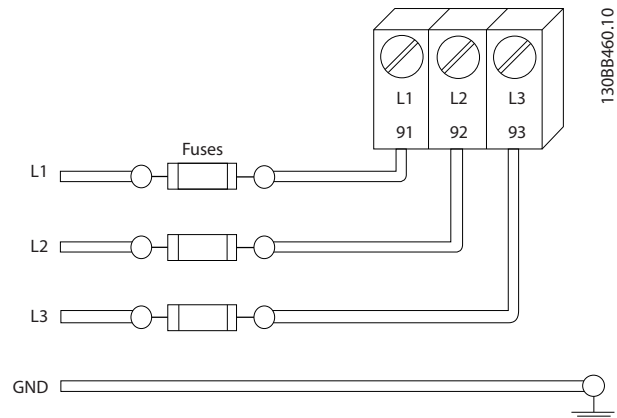

Рисунок 2.6 Преобразователь частоты Плавкие предохранители
- Все преобразователи частоты должны быть оборудованы системой защиты от короткого замыкания и перегрузки по току. Для реализации такой защиты следует использовать входные предохранители, см. Рисунок 2.6. Если они не устанавливаются производителем, их должен установить специалист во время монтажа. Максимальные номиналы предохранителей см. в 10.3 Таблицы плавких предохранителей.